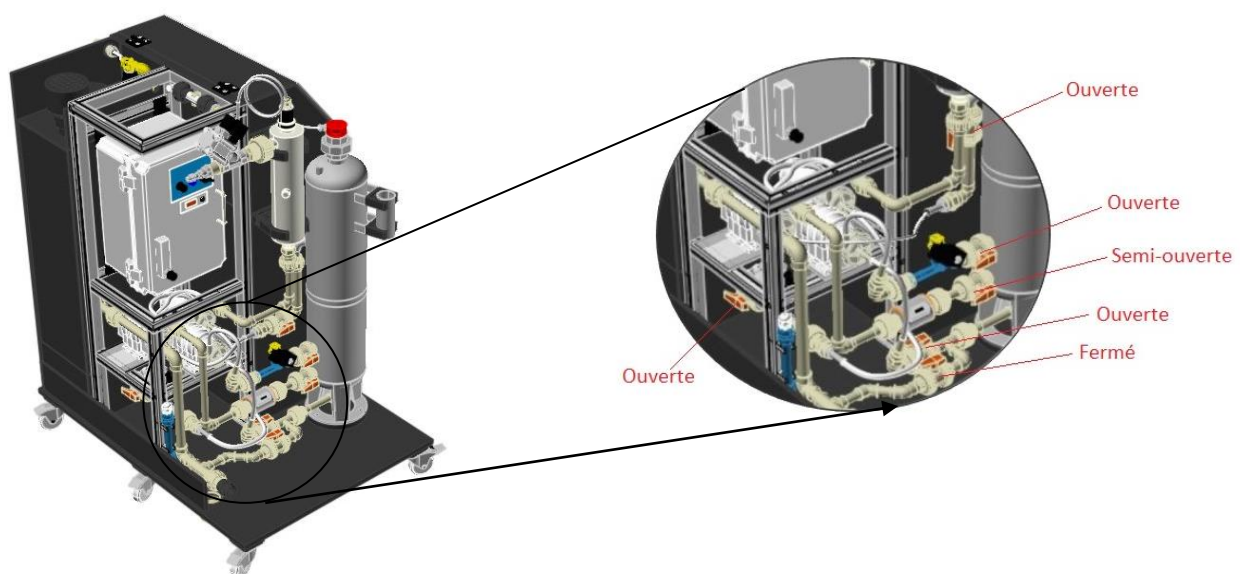

Figure 4 - Position de les vannes.
- tous les vannes doit être conforme au schéma de la figure 4.